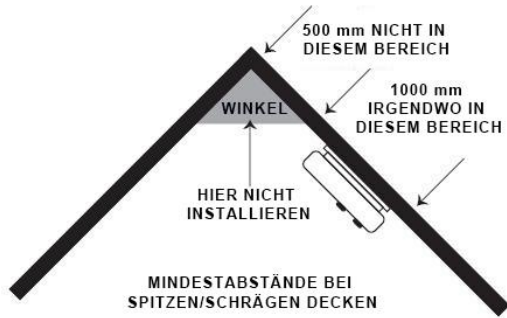

Abbildung 1
- Wenn Wände oder Decken abgeschrägt sind, muss der Rauchwarnmelder mindestens 50 cm entfernt vom höchsten Punkt von Wand oder Decke im Raum installiert werden (siehe Abbildung 1).